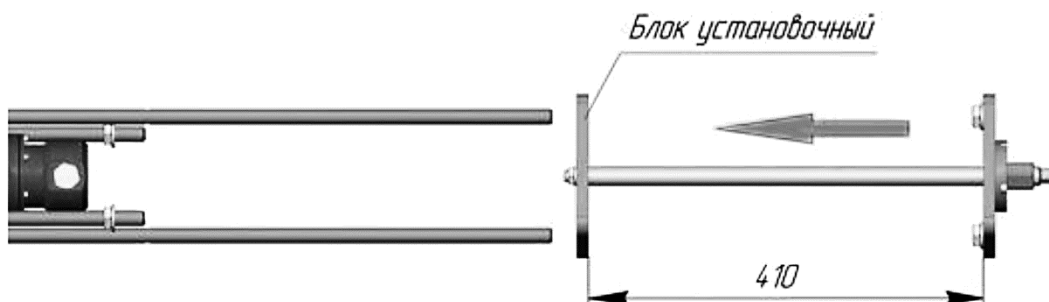

Рисунок 130 – Протяжка блока установочного через шпильки
– на шпильки М16 (поз.4, рисунок 129) установить гайки и шайбы, установить блок установочный через шпильки М16 опорные (рисунок 130), обеспечив при этом расстояние  $(410\pm 2)$  мм между фланцами блока установочного;